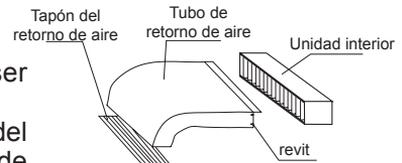

Figura 1
- (1) Corte un agujero en la pared e inserte el tubo de conexión y los cables de conexión por un tubo PVC de compra local. El agujero debe ser un poco inclinado hacia abajo con una inclinación como mínimo de 1/ 100 (véase Figura.1).
- (2) Antes del corte de agujero, asegúrese de que no haya colocado tubo ni armadura detrás de posición de corte. Se prohíbe cortar un agujero en el lugar de cables o tubos de conexión.
- (3) Suspenda la unidad en un techo horizontal y firme. Si la base de unidad no es estable, probablemente causará ruido, vibración o fuga.
- (4) Soporte la unidad firmemente y cambie las formas del tubo de conexión, conectando los cables y tubo de drenaje para que ellos puedan pasar fácilmente por el agujero.
2. Instalación de tubo de retorno de aire: Conecte un lado del tubo de retorno de aire con el puerto de retorno de aire de unidad interior con remaches, con el otro lado conectado con cortina de retorno de aire, como se muestra en Figura 1.